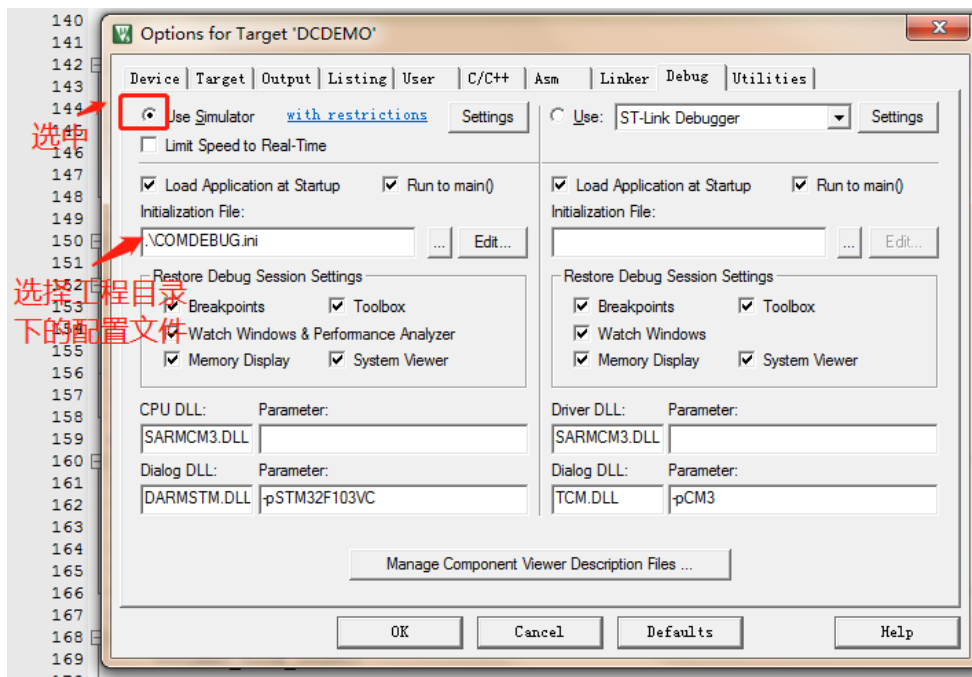

图 4-14 Debug 配置
4. 在【Debug】配置中选中左侧 Use Simulator，并将把工程目录中 COMDEBUG.ini 配置文件添加到 Initialization File 中，如图 4-14 所示；